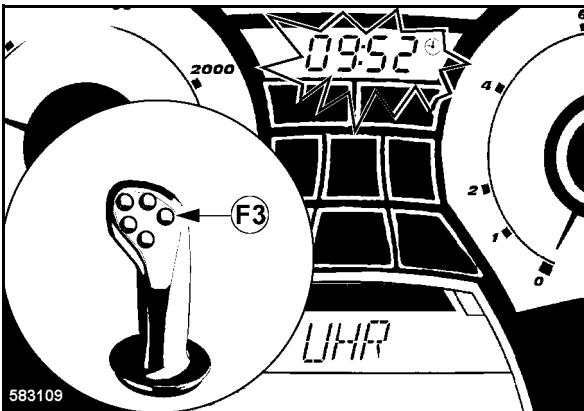

Fig. 89
- Accionar la tecla de función F3 (Fig. 89) hasta el modo de ajuste hora / fecha ha terminado y el campo hora parpadea.